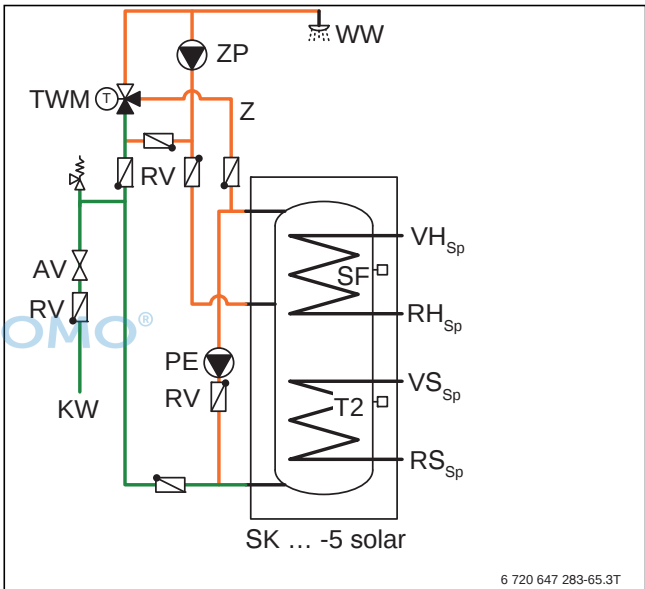

Bild 143 Anschluss Zirkulation zur thermischen Desinfektion
Ausnahme davon ist eine Vorwärmstufe oder ein solar beladener Speicherbereich. Der solar beladene Speicherbereich muss 1 x täglich auf 60 °C aufgeheizt werden. Die Aufheizung kann durch die Solarenergie erfolgen oder, wenn die Solarenergie nicht ausreicht, durch die konventionelle Nachheizung. Dafür ist eine Umladepumpe zur thermischen Desinfektion (PE) erforderlich (Siehe Bild 143, Seite 108 und Bild 15, Seite 28) und die Nachheizung muss in der Zeit der thermischen Funktion ihre Warmwasserfunktion frei geschaltet haben. Über den 2-Draht-BUS Regler FR/FW 120,200,500 kann direkt die Nachheizung bei Bedarf aktiviert werden. Die Solarregler ISM2 oder TDS300 prüfen täglich, ob die Solarenergie ausreichend war um den regenerativen Speicherteil aufzuheizen und wenn nicht, wird erst die thermische Desinfektion über die konventionelle Nachheizung aktiviert.